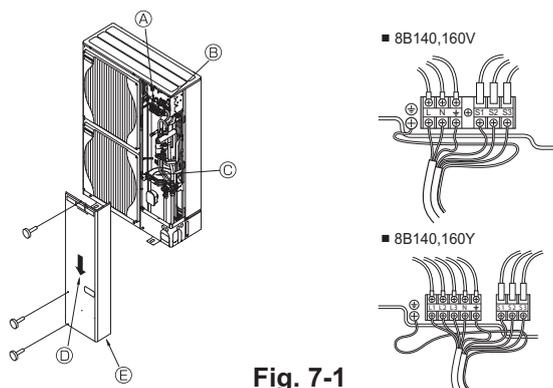

Fig. 7-1
7.1. Unidade exterior (Fig. 7-1)
- ① Remova o painel de manutenção.
- ② Ligue os cabos consultando a Fig. 7-1.